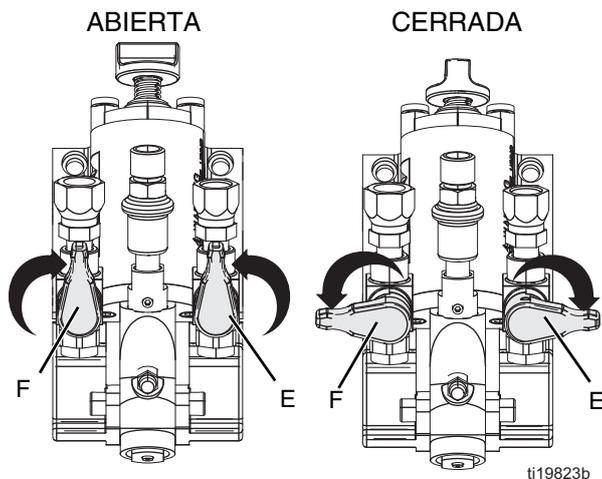

FIG. 5 Válvulas de cierre
- Cierre las válvulas de cierre de material. Consulte la FIG. 5.
5. Cierre las válvulas de cierre de material (E, F). Consulte la FIG. 5.